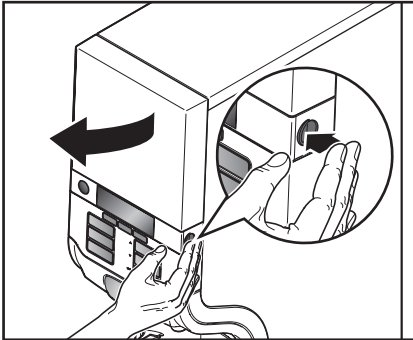

Fig. 21
1. Ouvrez la porte du distributeur (fig. 21).